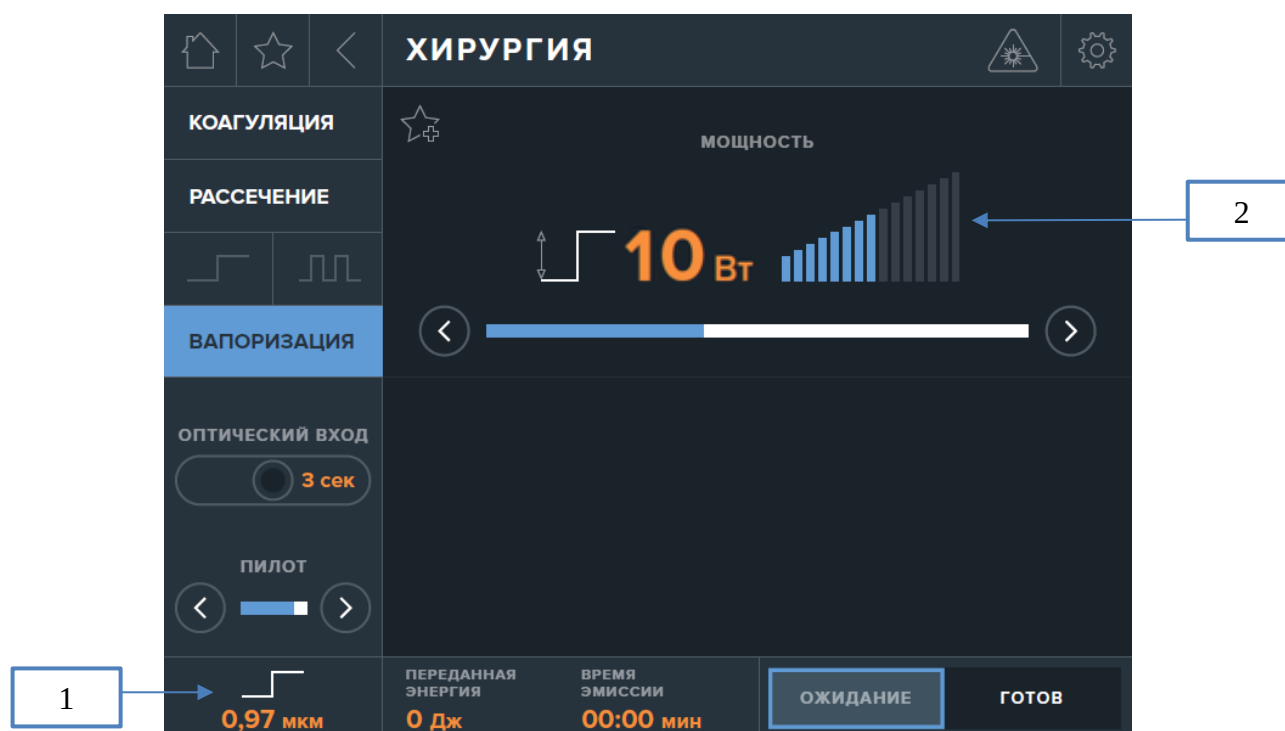

Рис. 29 Экран предустановленного режима ВАПОРИЗАЦИЯ для операций «ХИРУРГИЯ».
В предустановленном режиме ВАПОРИЗАЦИЯ для воздействия используется лазерное излучение с длиной волны 0,97 мкм в непрерывном режиме (1) (рис. 29). Для данного режима предусмотрена настройка выходной мощности лазерного излучения в диапазоне от 3 до 25 Вт со следующей дискретностью: 3, 5, 7, 10, 12, 15, 17, 20, 22, 25 Вт (2). Установка выходной мощности производится с помощью шаговых стрелок.